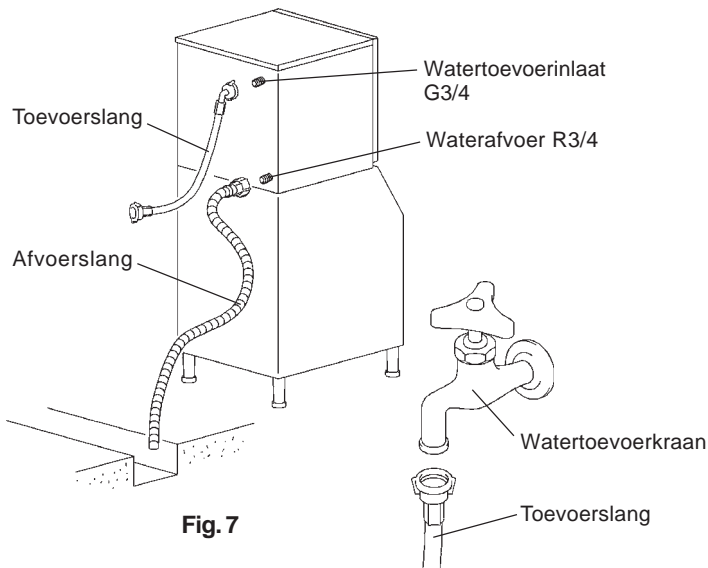

Fig. 7
- 1) Bevestig het gebogen uiteinde van de witte buigzame toevoerbuiss (accessoire) aan de G3/4 aansluiting aan de achterkant van de ijsmachine zoals aangegeven. Zorg er daarbij voor dat de rubber afdichtingsring goed is aangebracht. Draai voldoende aan met de hand voor een lekvrije aansluiting. (Fig. 7.)